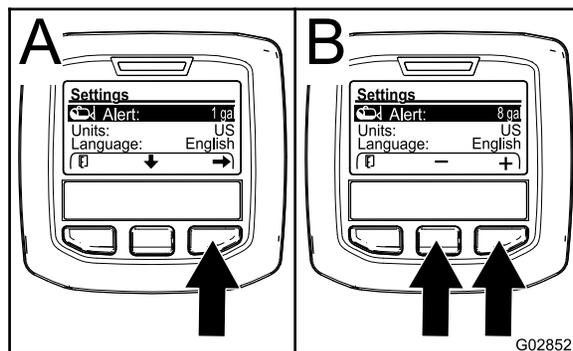

Рисунок 70
2. Нажмите среднюю кнопку выбора, чтобы выделить настройку Alert (Предупреждение) (Рисунок 70).
3. Нажмите правую кнопку выбора (Рисунок 70).
4. Используйте среднюю или правую кнопки выбора, чтобы ввести минимальный объем в баке, при котором во время работы опрыскивателя будет появляться предупреждение на дисплее (Рисунок 70).